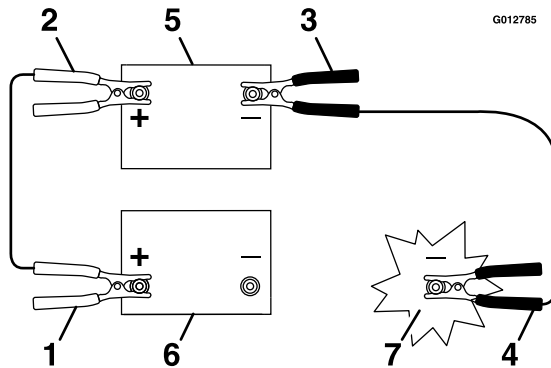

Figura 54
- Conecte el cable positivo (+) al borne positivo (+) de la batería descargada que está conectado al motor de arranque o al solenoide, según se indica en Figura 54.